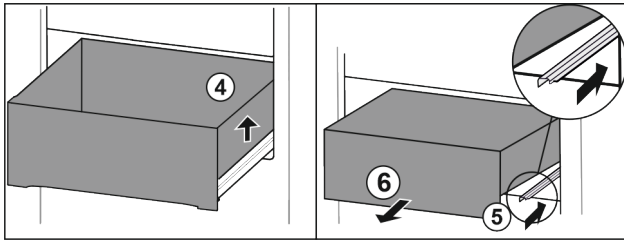

Fig. 22
- ▶ Підняти висувний ящик праворуч. Fig. 22 (4)
- ▶ Вставити праву рейку. Fig. 22 (5)
- ▶ Вийняти висувний ящик рухом вперед. Fig. 22 (6)